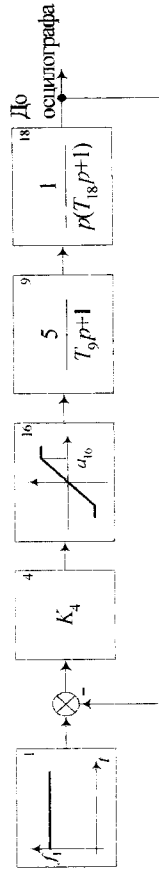

Рис. 24
1. Зібрати модель слідуючої системи за схемою, яка зображена на рис. 24.